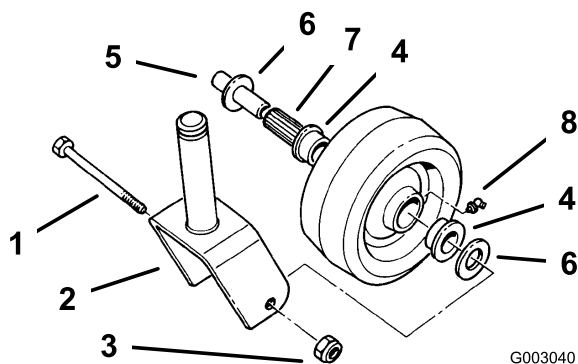

Figure 37
- Enlevez le contre-écrou et le boulon de fixation de la roue pivotante à la chape (Figure 37).
- Enlevez une bague, puis sortez la douille pour clé et le roulement à rouleaux du moyeu de roue (Figure 37).
- Enlevez l'autre bague du moyeu, puis nettoyez la graisse et les saletés éventuellement présentes dans le moyeu (Figure 37).
moyeu. Remplacez les pièces endommagées ou usées (Figure 37).
- Pour le remontage, placez une bague dans le moyeu de la roue. Lubrifiez le roulement à rouleaux et la douille pour clé, et insérez-les dans le moyeu. Mettez la deuxième bague dans le moyeu (Figure 37).
- Montez la roue pivotante dans la chape à l'aide du boulon et du contre-écrou. Serrez le contre-écrou jusqu'à ce que la base de la douille pour clé soit en appui contre l'intérieur de la chape (Figure 37).